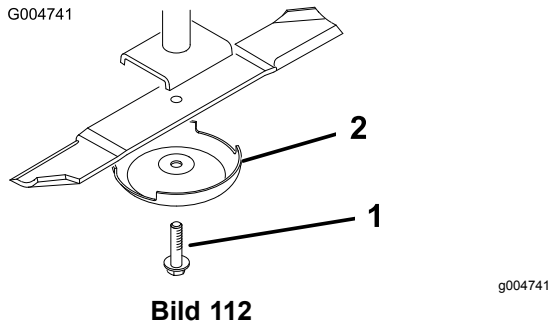

Bild 112
2. Halten Sie das Ende des Messers mit einem stark wattierten Handschuh oder wickeln Sie einen Lappen um es herum. Entfernen Sie die Messerschraube, die Antiskalpierkuppe und das Messer von der Spindelwelle (Bild 112).